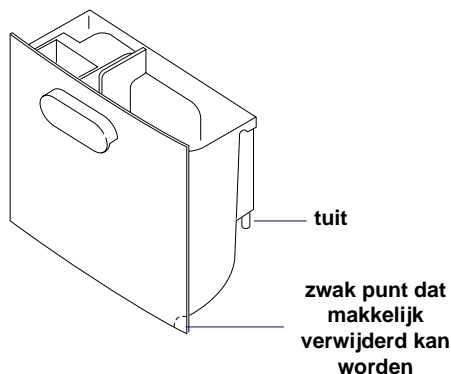

Fig. 1
Het condensatiewater kan direkt opgevangen worden in de tank (fig. 1). Indien het nodig mocht blijken het apparaat gedurende langere tijd achtereen te laten functioneren zonder dat de mogelijkheid aanwezig is om de tank regelmatig te legen, is het mogelijk de continu-afvoer te gebruiken.
- 1) Op de tank bevindt zich een zwak punt dat makkelijk verwijderd kan worden voor het doorlaten van de slang (fig. 1).
- 2) Verwijder de rubberen dop van de tuit (fig. 1).